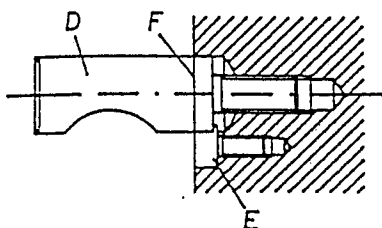

FIG. 2
Insertar todos los bulones en el contraplato del plato, hasta que la línea circular de referencia (F) esté a ras con la pared del contraplato (fig. 2) y las ranuras semicirculares estén en línea con los agujeros de los husillos de bloqueo o excéntricas.